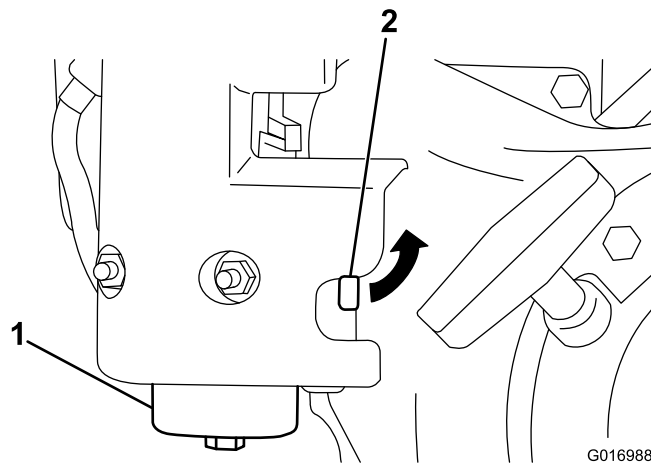

図 29
- 燃料バルブを閉じて、フィルタのボディーからボウルを外す 図 29。